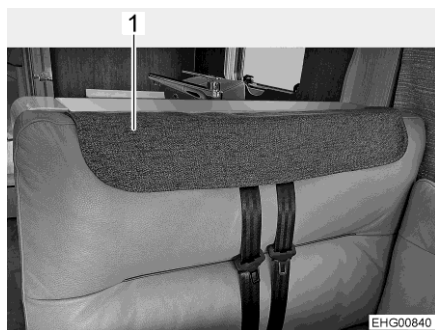

Bild 61 Sicherheitsgurtverkleidung angebracht
Wenn das Fahrzeug aufgestellt ist, können die Kopfstützen vom Rückenpolster der Sitzbank abgenommen werden, um ein bequemes Sitzen zu ermöglichen. Die Öffnungen für die Kopfstützen und der Ausschnitt für die Sicherheitsgurte können dann mit einer Sicherheitsgurtverkleidung (Bild 61,1) abgedeckt werden.
- Sicherheitsgurtverkleidung über dem Ausschnitt für die Sicherheitsgurte anbringen (Bild 61).